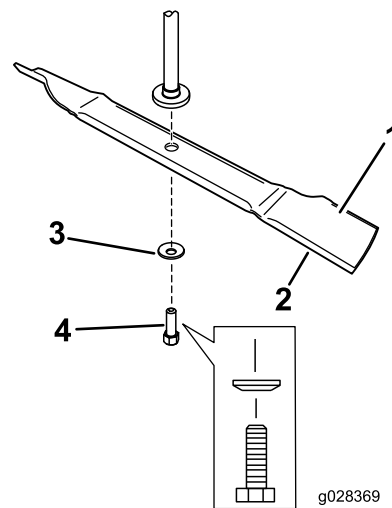

Figure 9
1. Placez la lame sur l'axe (Figure 9).
2. Posez la rondelle bombée (face concave vers la lame) et le boulon de lame (Figure 9).
**Remarque:** Ne posez pas le renfort. Ces lames n'ont pas besoin de renfort (Figure 9).